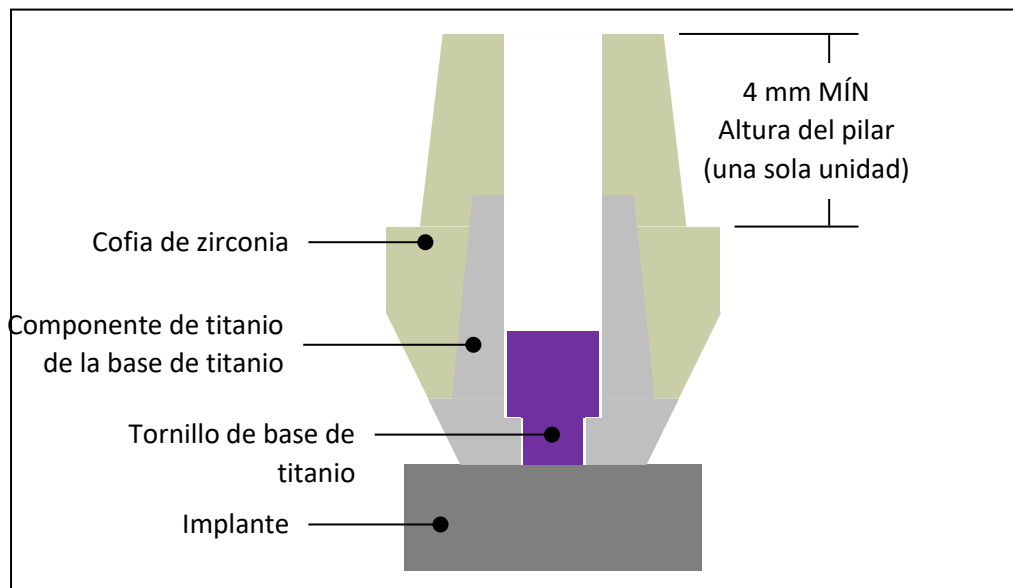

Figura 3: Limitaciones del diseño de la superestructura de circonio.
- Altura del pilar ≥ 4.0 mm (consulte la **Figura 3**)